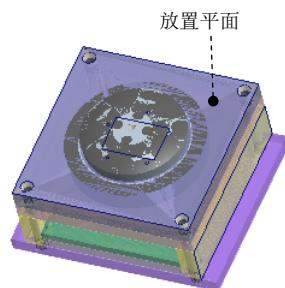
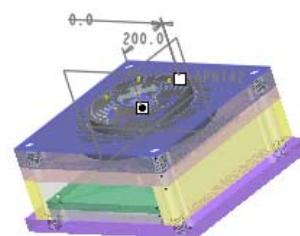

图 30.41 定义草绘平面
图 30.42 创建的基准点特征
Step1. 创建复位杆参考点。单击 **EMX 常规** 功能选项卡 **视图** 控制区域中的 **显示** ▾ 按钮，然后在弹出的快捷菜单中选择 **动模**；单击 **模型** 功能选项卡 **基准** ▾ 区域中的“创建基准点”按钮 **X X 点** ▾，系统弹出“基准点”对话框；选取图 30.41 所示的表面为基准点放置平面。在“基准点”对话框中单击 **偏移参考** 区域的“单击此处添加项”字符，按住 **Ctrl** 键，选择 **MOLD_FRONT** 基准平面和 **MOLD_RIGHT** 基准平面为偏移参考平面。在 **MOLD_FRONT.F3 (基...)** 后面的文本框中输入数值 200，然后按回车键。在 **MOLD_RIGHT.F1 (基...)** 后面的文本框中输入数值 0 后，按回车键。基准点位置如图 30.42 所示；在“基准点”中单击 **确定** 按钮；在模型树中，选取之前创建的基准点特征 **X X APNT31** 右击，在系统弹出的快捷菜单中选择 **阵列...** 命令，在操控板中选择 **轴** 选项，在模型中选取基准轴 **A_1**；在操控板中输入阵列的个数 4 和角度
Step2. 创建复位杆修剪面。在屏幕右下角的“智能选择栏”中选择“几何”选项。选取图 30.41 所示的放置表面为要复制的面，单击 功能选项卡 区域中的“复制”按钮 , 然后单击“粘贴”按钮 。在“曲面：复制”操控板中单击 按钮；单击 功能选项卡 控制区域中的 按钮后面的 ，在下拉菜单中选择 按钮，系统弹出“顶杆修剪面”对话框，单击对话框中的 ，则系统弹出“选择”对话框，选取之前复制的曲面为复位杆修剪面，在“选择”对话框中单击 按钮，然后单击“完成”按钮 。